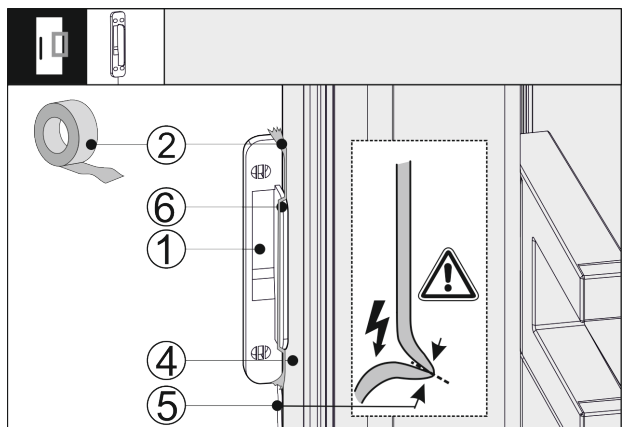

Fig. 42
- ▶ Pange koputussensor Fig. 42 (1) seadmeukse Fig. 42 (4) küljel kohale nii, et piiraja toetub Fig. 42 (6) vastu seadmeust Fig. 42 (4). Sensori kaabel Fig. 42 (5) on kergelt pingutatud ja toetub ka vastu seadmeust Fig. 42 (4).
- ▶ Fikseerige koputussensor Fig. 42 (1) kleeplindiga Fig. 42 (2). Koputussensor kruvitakse hiljem mööblifrondi külge.